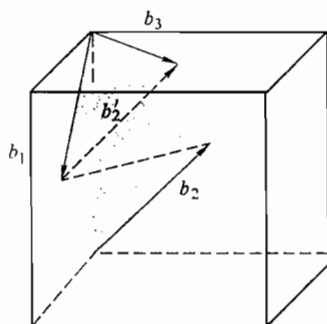

图 18-3 第二题第 3 小题解答图
3. 新位错为 $b_3 = \frac{a}{2} [110]$ 。位错线为 (111) 面与 $(\bar{1}\bar{1}\bar{1})$ 面的交线 $[\bar{1}10]$ 。两者垂直, 因此是刃型位错。如图 18-3 所示。
4. $\{110\}$: (110) (101) (011) ($\bar{1}\bar{1}0$) ($\bar{1}01$) (01 $\bar{1}$)